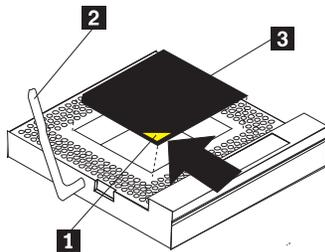

Figure 70. Alignement du microprocesseur
- c. Centrez le microprocesseur sur le connecteur en alignant la flèche dorée d'alignement dans l'angle du microprocesseur avec celle du connecteur. Voir la figure 70.